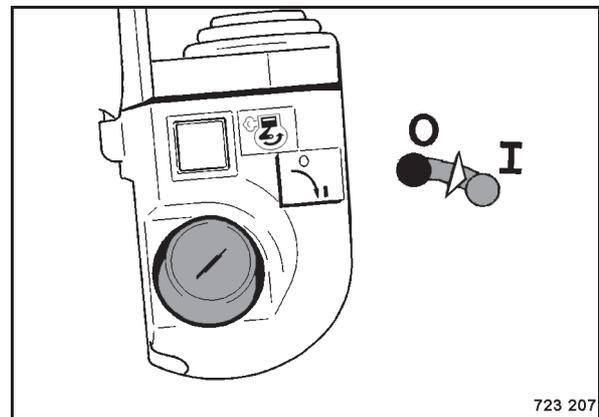

Bild 35
- Zündung (Bild 35) einschalten.